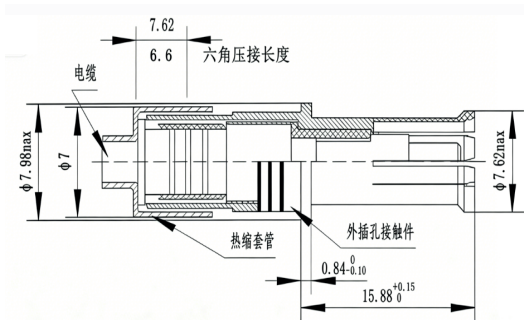

图45
⑧如图45所示，外部插孔接触件和前端绝缘体次级组件滑动到内部组件上，直到抵住。在套管上将出现一个小的缝隙。